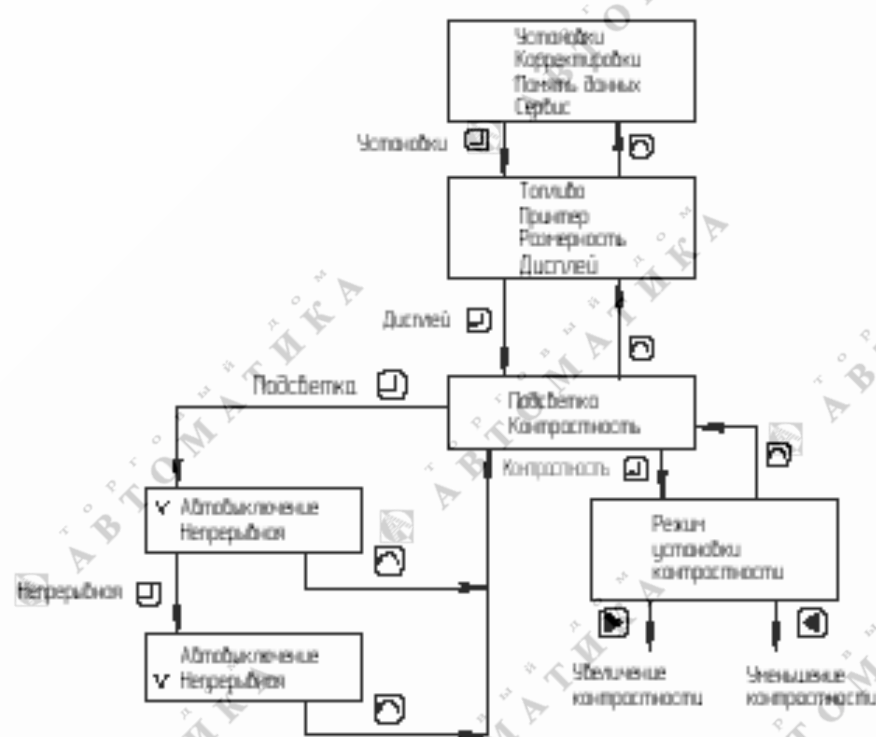

Рисунок 2.10 Установка контрастности и режима отключения подсветки
2.4.4.1 Для установки требуемой контрастности ЖКИ необходимо выбрать пункт меню «УСТАНОВКИ→ДИСПЛЕЙ→КОНТРАСТНОСТЬ» (рисунок 2.10).
«» (рисунок 2.10). При выборе режима «Автоотключение» включенная подсветка автоматически отключается через 3 мин (или раньше при нажатии кнопки «»).